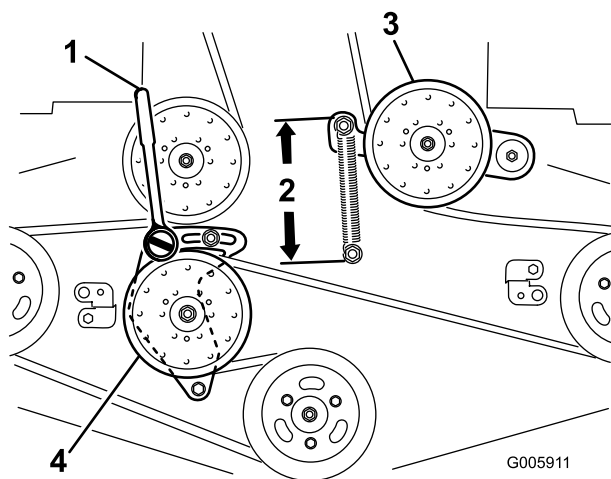

Figura 69
6. Allentate il braccio di rinvio fisso e regolatelo per scaricare la tensione della cinghia (Figura 69).
9. Inserite un cricchetto con un'estensione ridotta o una barra idonea nel foro quadrato nel braccio di rinvio fisso (Figura 69).
11. Per aumentare la tensione della cinghia, ruotate il cricchetto o la barra idonea in senso antiorario per spostare il braccio di rinvio fisso fino a creare uno spazio di 16,5 cm tra i ganci delle molle (Figura 69).